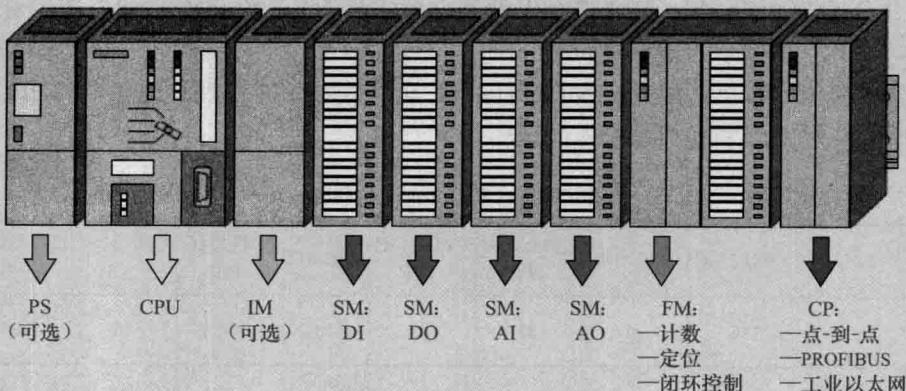

图 1-2 S7-300 PLC 组成模块
如图 1-2 所示，标准型 S7-300 PLC 的硬件结构由以下模块组成：电源单元 (PS)、中央